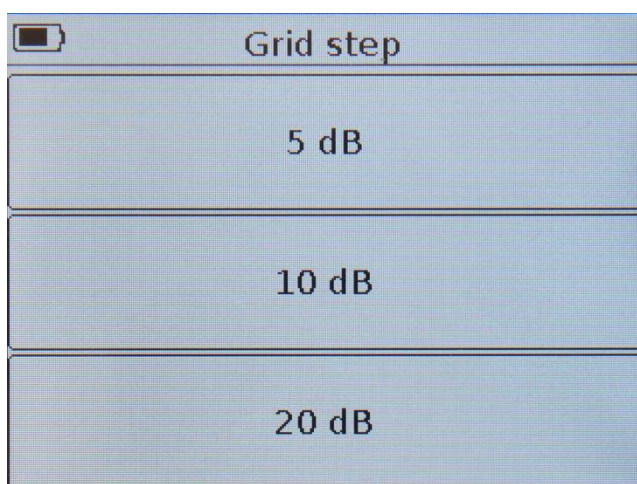

Рисунок 10.7 – Выбор шага вертикальной сетки в dB
10.5.2. Для изменения масштаба вертикальной сетки отображаемого графика войдите в меню **Plots** (Рисунок 9.6) и нажмите на поле с названием графика. На экране прибора появится меню выбора шага вертикальной сетки в децибелах (dB), рисунок 10.7.
Примечание – Для быстрого перехода из режима просмотра графика **LMag** в меню изменения шага вертикальной сетки (Рисунок 10.7) нажмите и удерживайте около двух секунд кнопку (14) «PLOT».